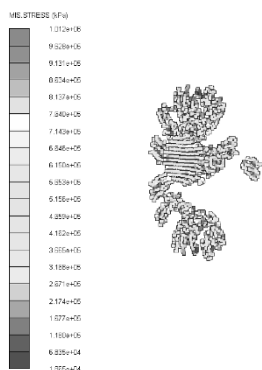

图 6-49 子弹应力分布云图
(3) 采用同样的方法，在对应的对话框中的【Fill type】栏内选择【Material Location】，单击其后的 ，在弹出的【Material Plot Settings】对话框里的【Material visibility】中选择 STEEL - 4340，单击 ☒ 确定。之后在对话框中的【Fill type】栏内选择【Contour】，可得到子弹冲击作用下的应力分布云图，如图 6-49 所示。